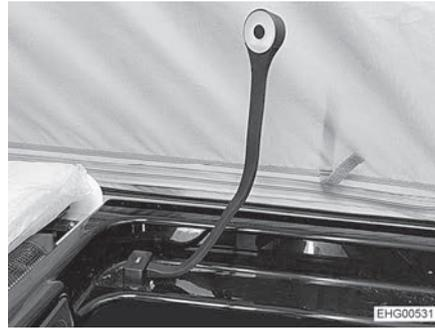
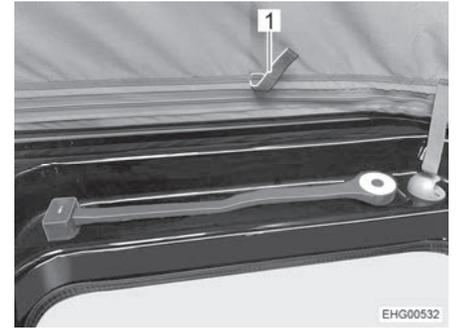

Fig. 53 Lampada a collo di cigno, posizione d'uso
Fig. 54 Lampada a collo di cigno, posizione di trasporto
- Riportare la lampada a collo di cigno dalla posizione d'uso (Fig. 53) alla posizione di trasporto (Fig. 54).
- Tirare verso l'interno il tessuto della tenda agendo sui passanti appositamente previsti (Fig. 54,1).